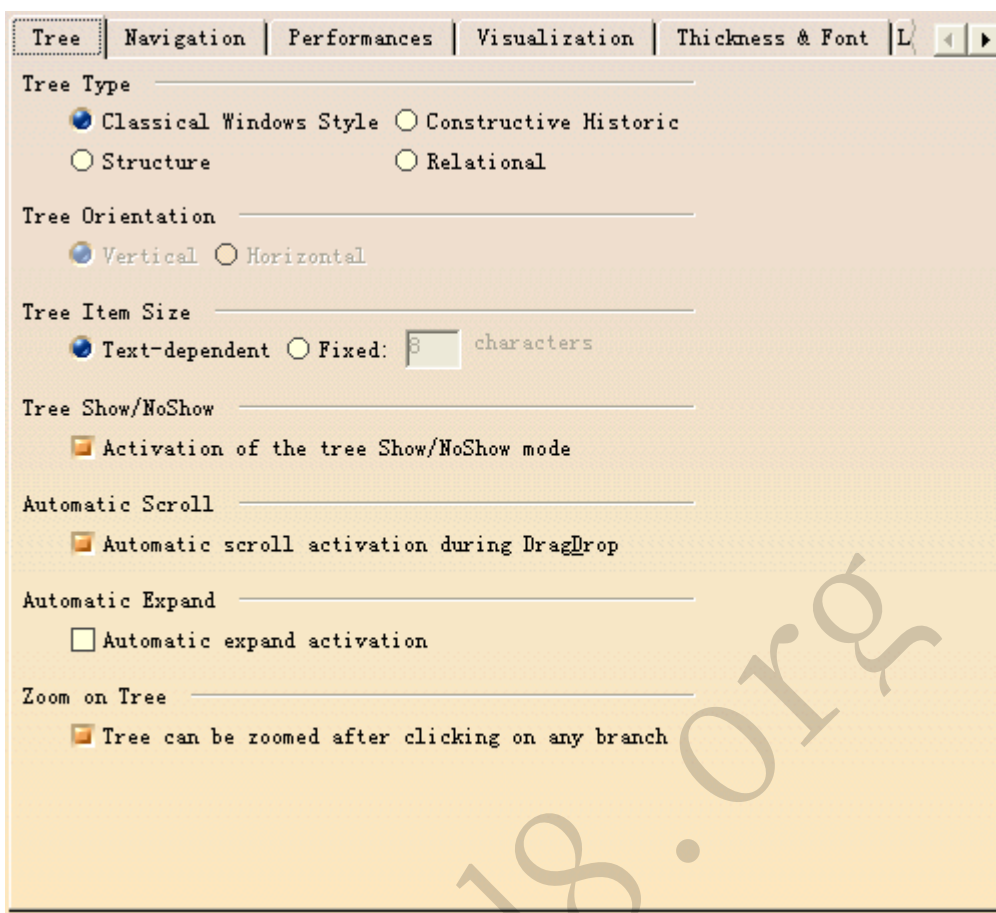

图 1-29 Tree 选项卡
(6) 选中 Tree 选项卡, 弹出如图 1-29 所示的对话框。